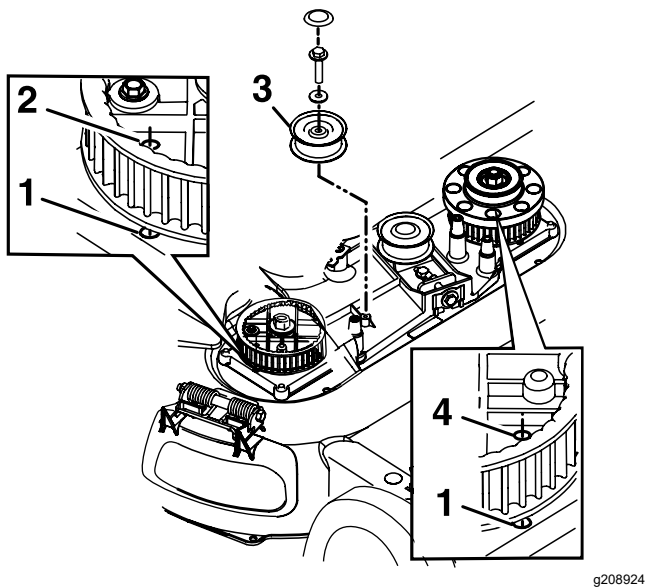

Figura 43
8. Retire la polea tensora fija y los herrajes (Figura 43).
10. Alinee los taladros de los piñones de la izquierda y de la derecha con los taladros de la carcasa, según se muestra en Figura 43.